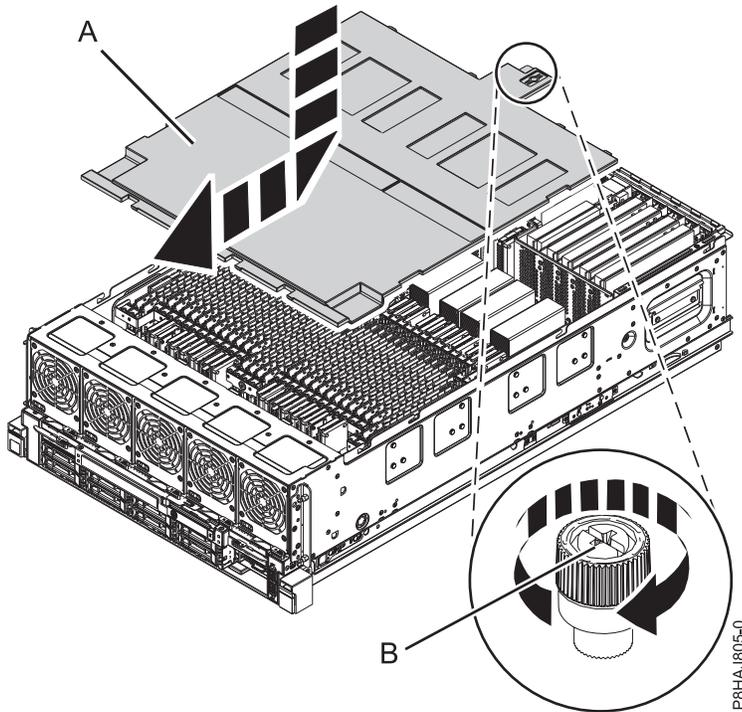

Abbildung 12. Sicherheitsabdeckung wiedereinbauen
2. Schieben Sie die Sicherheitsabdeckung (A) in Richtung Chassis.
3. Ziehen Sie die Rändelschraube (B) fest, indem Sie sie in die in Abb. 12 auf Seite 34 gezeigte Richtung drehen, um die Sicherheitsabdeckung am Chassis zu sichern.